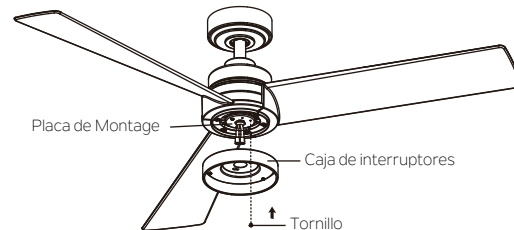

Fig. 18
Paso 2. Coloque los dos orificios ovalados en la caja de interruptores sobre los 2 tornillos aflojados anteriormente de la placa de montaje. Haga girar la caja de interruptores hasta que se trabe en su lugar en el extremo angosto de los orificios principales. Asegure ajustando los 2 tornillos aflojados previamente y el retirado anteriormente. (Fig. 18)